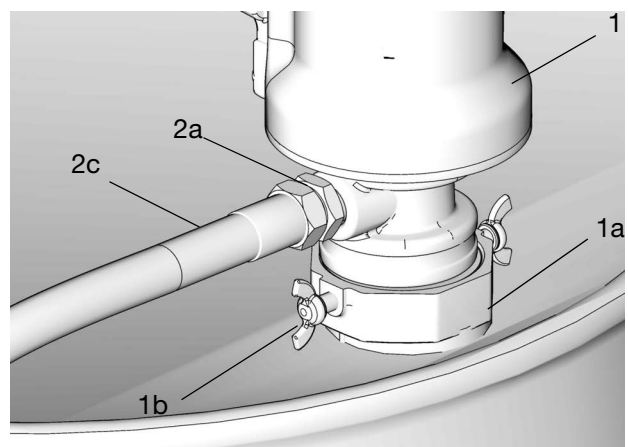

FIG. 23
1. Introduire l'adaptateur de bonde (1a) de la pompe dans l'orifice du couvercle de fût (16) et serrer fermement à la main (FIG. 23).
2. Insérer la pompe (1) dans l'adaptateur de bonde (1a) et le fût.
3. Fixer la pompe en place en serrant les vis de joint (1b) (FIG. 23).